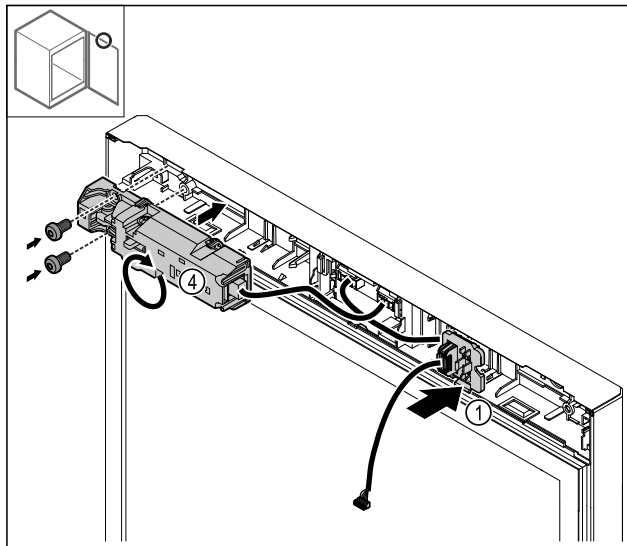

Fig. 28
- ▶ Pattintsa be a dugófoglatot Fig. 28 (1) az ellenkező oldalon.
- ▶ Forgassa el az elektromos zárat Fig. 28 (4) 180°-kal, és rögzítse azt az ellenkező oldalon.